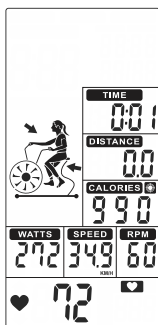

FIGURA 44
- Valor predeterminado de CALORÍAS cuenta regresiva, TIME, CALORIES, WATT, SPEED, RPM comienzan a contar. (Figura 44).